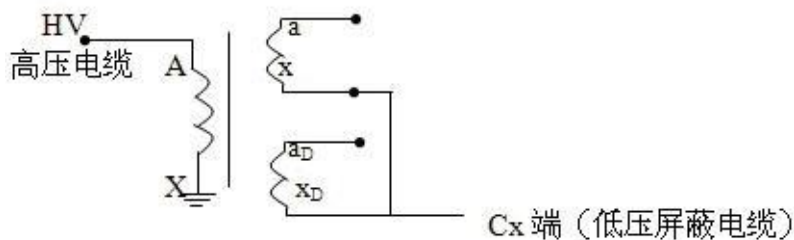

图 13 末端屏蔽法接线
2) 末端屏蔽法（正接线方式），见图 13，可施加 10kV 电压，由于电压在 AX 绕组的不等压分布，电容量值比常规法要小很多。